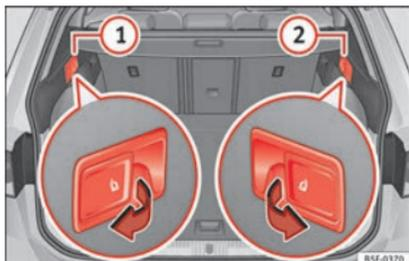

Fig. 152 Dans le coffre à bagages : leviers de déverrouillage à distance des parties gauche (1) et droite (2) de la banquette arrière.
- Tirez le levier de déverrouillage à distance de la partie gauche » fig. 152 (1) ou droite (2) du dossier dans le sens de la flèche. La partie débloquée du dossier arrière se rabat automatiquement vers l'avant.